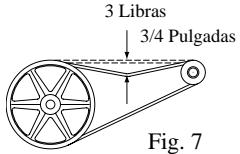

Fig. 7
- Tensar la correa.** Afloje los pernos del motor y deslice el motor detrás hasta que la correa está tensada correctamente. Una fuerza de 3 libras debe desviar la correa 3/4 pulgadas (véase fig. 7). Reafloje los pernos del motor. Nunca ajuste la polea para tensar la correa.